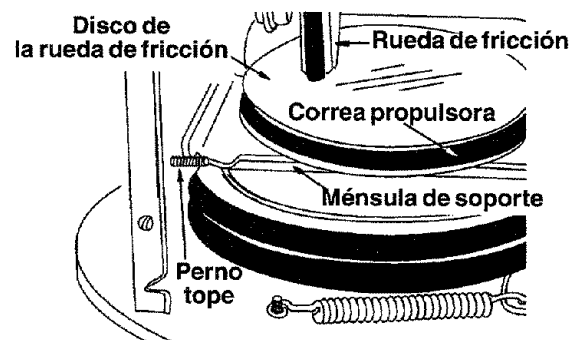

FIGURA 23
- Retroceda el perno tope hasta que la ménsula de soporte se apoye sobre la polea de la hélice. Vea la Figura 23.
- Deslice la correa entre la rueda de fricción y la placa del disco de fricción. Vea la figura 23. Vuelva a ensamblar siguiendo las instrucciones en orden inverso.
NOTA: La ménsula de soporte debe apoyarse sobre el perno tope después de haberse ensamblado la nueva correa. Vea la figura 23.